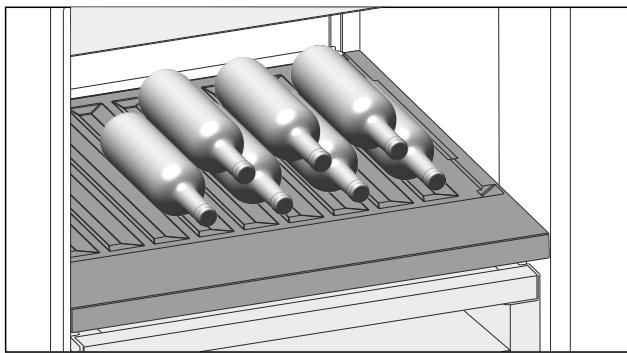

Fig. 150
- Flaschen mit dem Boden nach hinten zur Rückwand einlegen. (siehe Fig. 150)